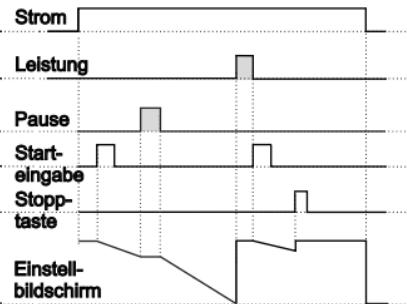

Abbildung 4.2
4.1.2 Wenn Abwärtszählen **dEct** = 1 und **butF** **bFF** ist, wird das Regelschema in Abbildung 4.2 gezeigt.